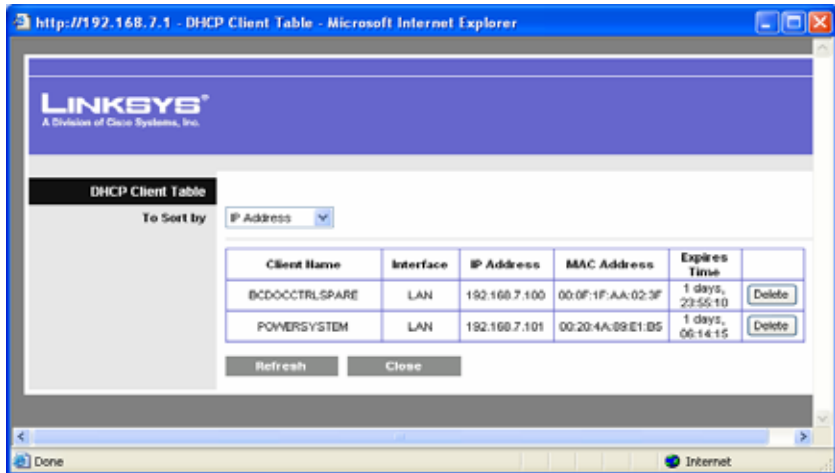

Figura 3-4 Encontrar la dirección IP del Gateway
4. La página del router debería mostrar el nombre de su ordenador y "POWERSYSTEM" (el nombre por defecto del Gateway), junto con la dirección IP de cada uno. En la Figura 3-4, la dirección del Gateway es 192.168.7.101. Tenga en cuenta que esta dirección puede cambiar por distintas razones, por ejemplo, si enciende y apaga el router o si conecta y desconecta dispositivos a su router.